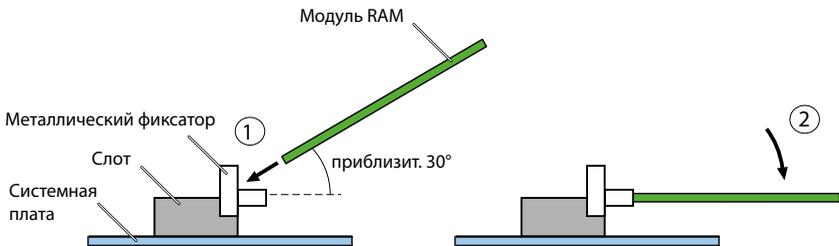

Fig. 82 Замена модуля RAM
4. Установите модуль RAM по небольшим углом в слот (см. Fig. 82).